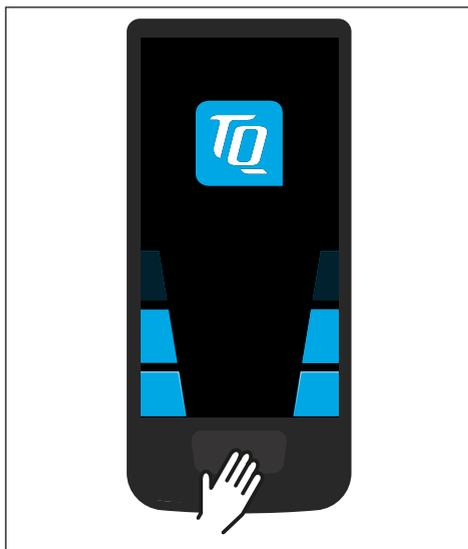

Fig. 3: Botão no visor
- ▶ Ligue a unidade de acionamento **pressionando brevemente o botão** (consulte Fig. 3) no Display.
- ▶ Desligue a unidade de acionamento **pressionando brevemente o botão** (consulte Ligar o sistema de acionamento:Fig. 3) no Display.